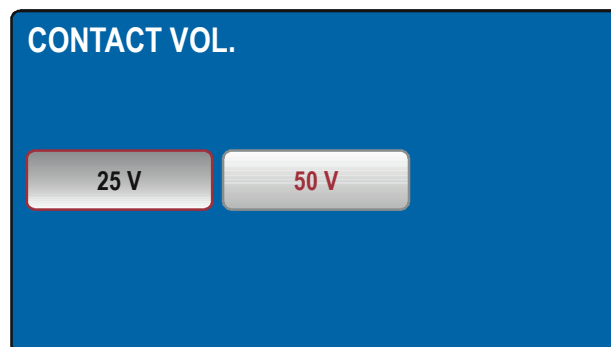

Fig. 14: Menu CONTACT VOLTAGE
- **CONTACT VOLTAGE** → Utiliser ce menu pour sélectionner la tension de contact limite utilisée dans les mesures RCD et RA. La tension peut être de **25V** ou **50V** (voir Fig. 14)